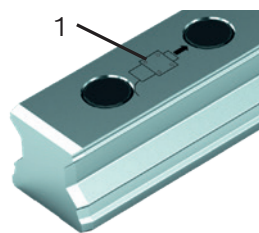

Fig. 4: Montage vorbereiten
- ▶ Der Führungswagen muss nach der Montage der Führungsschiene wie in Fig. 4 ersichtlich aufgeschoben werden.
- ▶ Achtung: bei Verwendung eines Abdeckbandes wird die Markierung (1) überdeckt und die Aufschieberichtung ist nicht mehr ersichtlich.